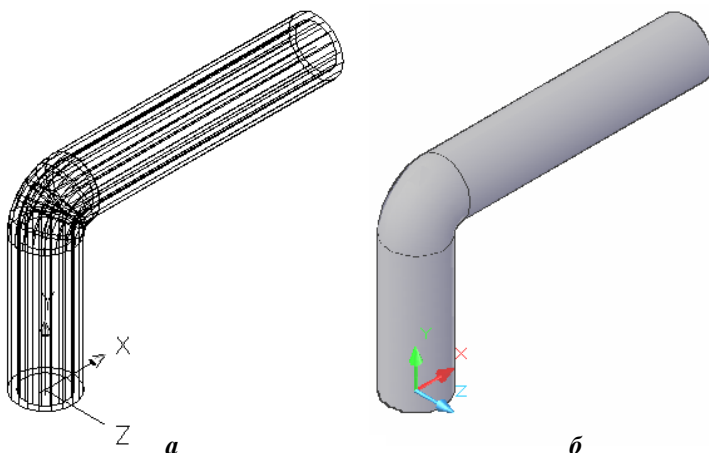

Рис. 6.7
7. Звертаємося до опції **PATH** (Траектория) і вказуємо полілінію як траєкторію видавлювання. Отримуємо зображення, показане на рис. 6.7,*а*. Відзначимо, що попередньо за допомогою команди **ISOLINES** кількість ліній, що візуалізує об'єкт, було збільшено до 20.
8. Для кращого зорового сприйняття отримане об'ємне зображення за допомогою пункту меню **View ► Visual Styles ► Conceptual** (Вид ► Стили визуализации ► Концептуальный) перетворюємо до вигляду, показаного на рис. 6.7,б.